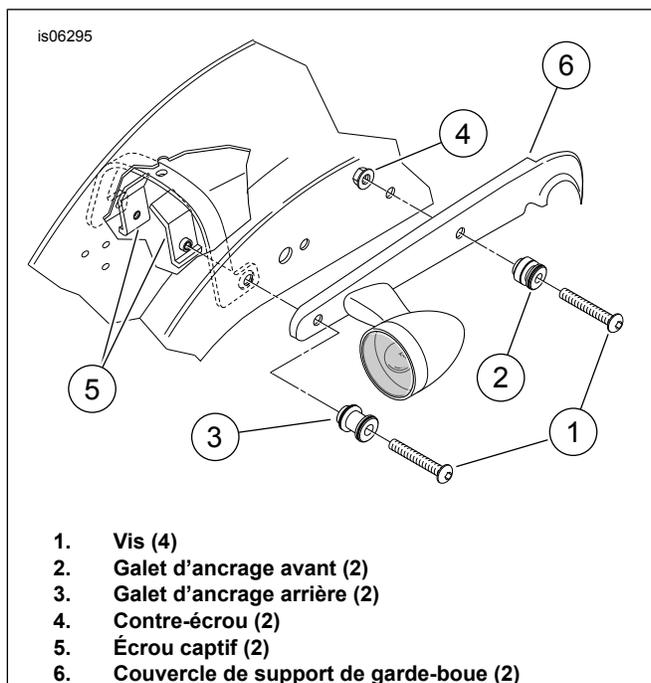

Figure 3. Galets d'ancrage – accessoires rigides ou sacoches seulement
1. Voir Figure 3. Poser le kit de visserie d'ancrage **90201424** en se reportant aux instructions incluses dans ce kit.